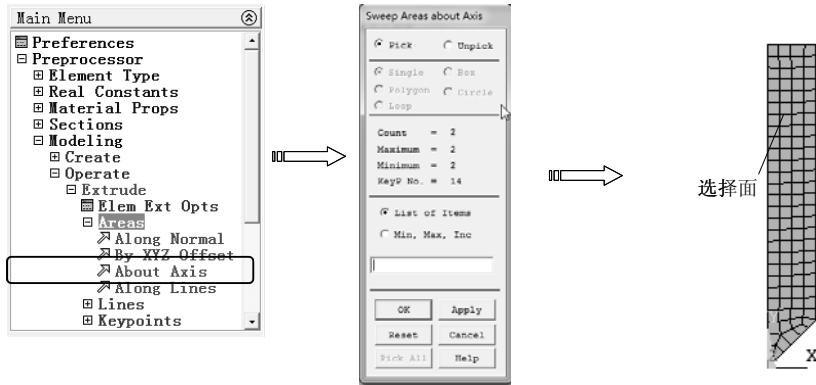

图 7-227 选择面
4) 选择“Main Menu>Preprocessor>Modeling>Operate>Extrude>Areas>About Axis”命令，弹出“Sweep Areas about Axis”对话框，选择绘制好的二维网格面，单击“OK”按钮，然后从图形区选择作为定义关键轴的点 1 和 4，单击“OK”按钮完成，如图 7-227 所示。